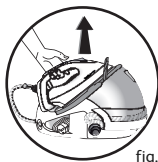

fig. 1
Votre centrale vapeur est équipée d'un arceau de maintien du fer sur le boîtier avec verrouillage pour faciliter le transport et le rangement - fig.1 :
- Saisissez le fer par la poignée pour transporter votre centrale vapeur - fig.1.